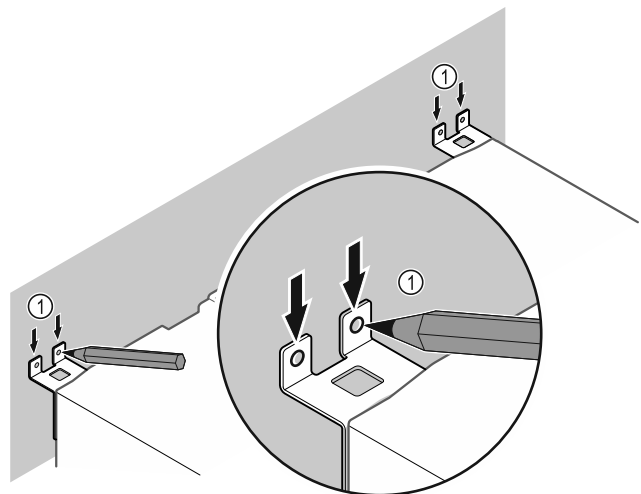

Fig. 9
- Tee seinään merkit Fig. 9 (1).